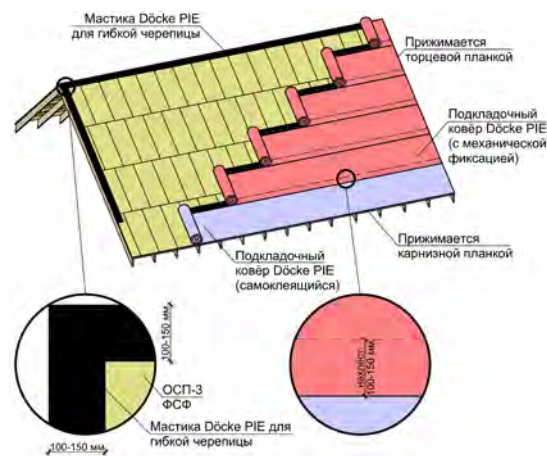

Рис. 6 Схема расположения подкладочного ковra Döcke PIE (последовательность укладки полотен в соответствии с п. 4.1.2).
4.1.5 Крепёж подкладочного ковра – тип 1 (таблица №1). Шаг гвоздей составляет 200 мм в местах нахлестов (рис. 6). Самоклеящиеся ковры Döcke PIE вдоль карниза снизу прижимаются карнизными планками (п.5). Самоклеящийся подкладочный ковёр необходимо крепить гвоздями в тех случаях, когда планируются перерывы в работе, а также когда планируется использовать ковры в качестве временной кровли.